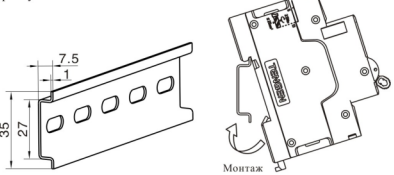

Рисунок 1. Стандартная DIN-рейка и монтаж на DIN-рейку
- д. Устанавливается на стандартную DIN-рейку (см. Рисунок 1);
- (3) Нормальные условия хранения